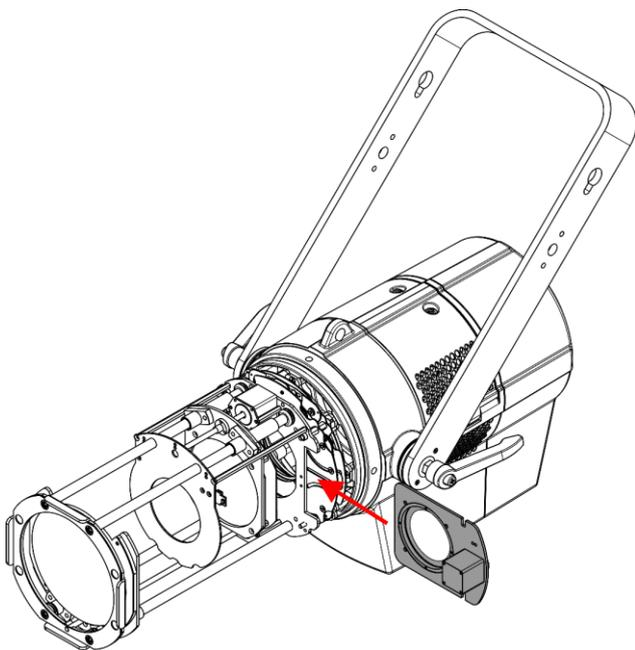
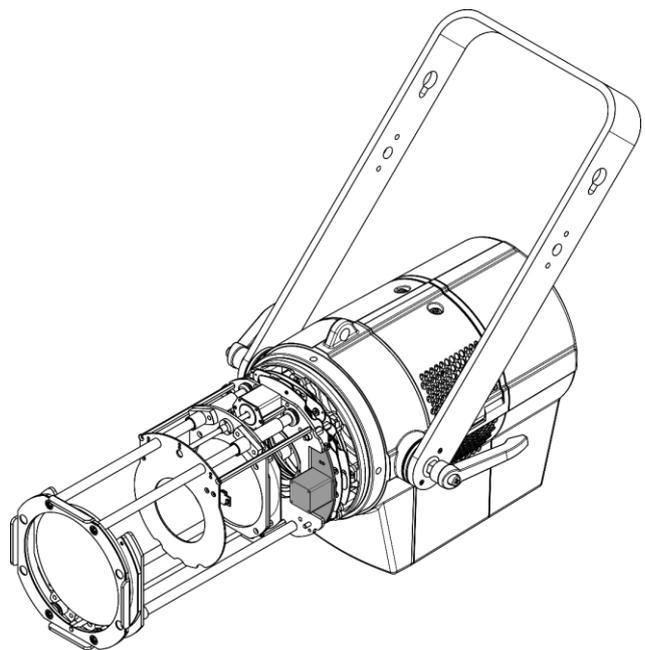

Abb. 05
Abb. 06
02) Führen Sie den Gobohalter in den Schacht ein (Abb. 05), bis er in der Position einrastet (Abb. 06).